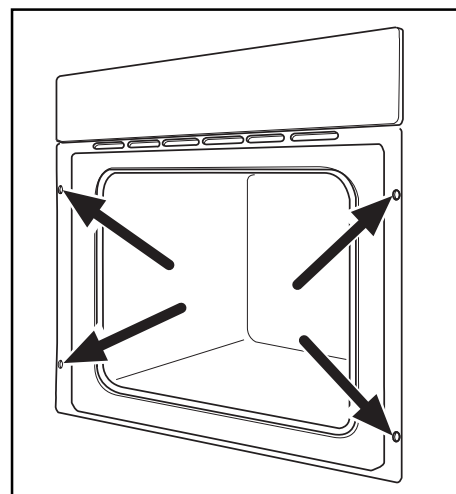

Fig. 30
3. Fixez le corps du four au meuble à l'aide de quatre vis à bois s'adaptant aux trous pratiqués à cet effet sur les montants latéraux (Fig.30).